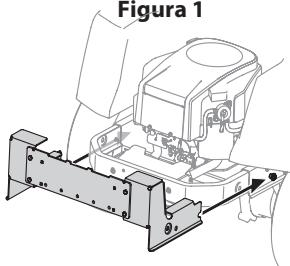

Figura 2
1. Deslice el conjunto de soportes de montaje a lo largo de los carriles del bastidor del tractor hasta que los ganchos de los soportes de montaje se alineen debajo de los pernos con reborde de su tractor, tal como se ve en la Figura 2.